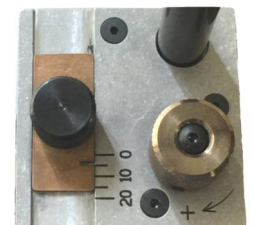

Fig.2
4. Ajuste el ángulo de la cuchilla. Ajuste el ángulo en el rango de 3° a 9°. Los cables de gran diámetro deben establecerse en el ángulo inferior, los cables pequeños en el ángulo más empinado. Fig.2